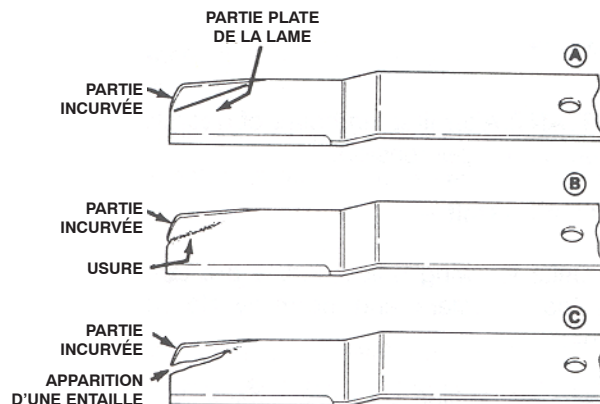

Figure 64
2. Examinez les tranchants de la lame, particulièrement au point de rencontre des parties plane et incurvée (Fig. 64-A). Le sable et les matières abrasives peuvent éroder le métal à cet endroit, c'est pourquoi il est important de contrôler l'état de la lame avant d'utiliser la machine. Remplacez la lame si elle est usée ou présente une entaille (Fig. 64-B) (voir Dépose de la lame du plateau de coupe, page 53).